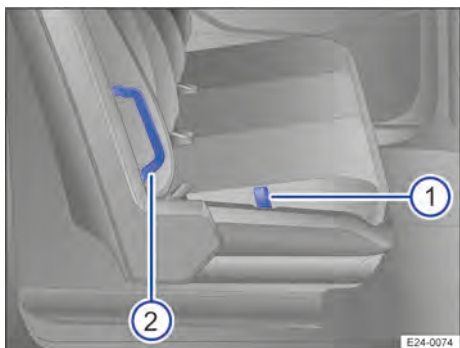

Abb. 87 Flexible Trennwand in Sitzbank-Position.
1. Schlaufe → Abb. 87 ① ziehen und halten.
2. Sitzbank am Griff → Abb. 87 ② nach vorne ziehen.
2. Schlaufe → Abb. 87 ① ziehen und halten.
3. Sitzbank am Griff → Abb. 87 ② nach hinten ziehen und herunterdrücken.